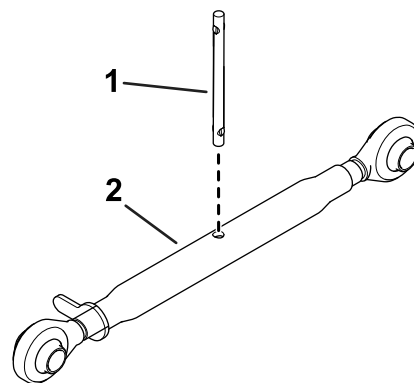

Figura 6
- Montate l'asta sull'attacco superiore (Figura 6)